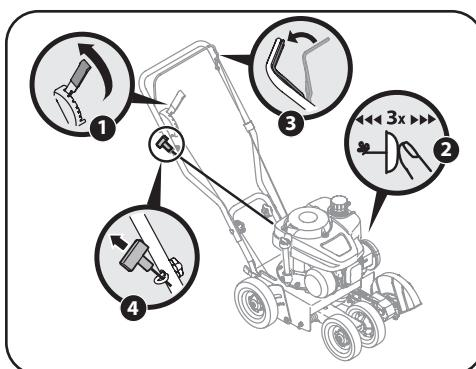

Figura 3-2
- Empuje el cebador tres veces. Vea la Figura 3-2. No cebe el motor caliente para reiniciarlo luego de una detención breve.
- Con la mano derecha, tome la manija del arrancador de retroceso y tire de la cuerda para sacarla con un movimiento rápido y continuo. Vea la Figura 3-2. Mantenga firme la manija del arrancador, deje que la cuerda regrese lentamente al arrancador. Repita hasta que el motor esté en marcha. Deje que la cuerda se enrosque lentamente de regreso.